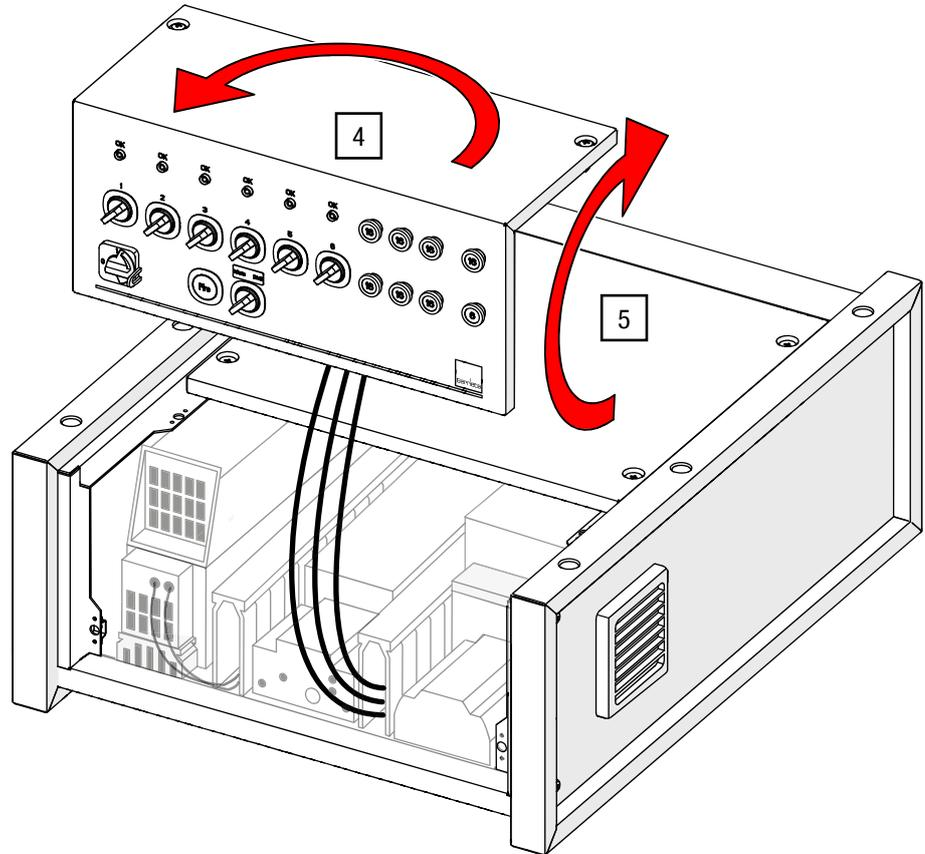
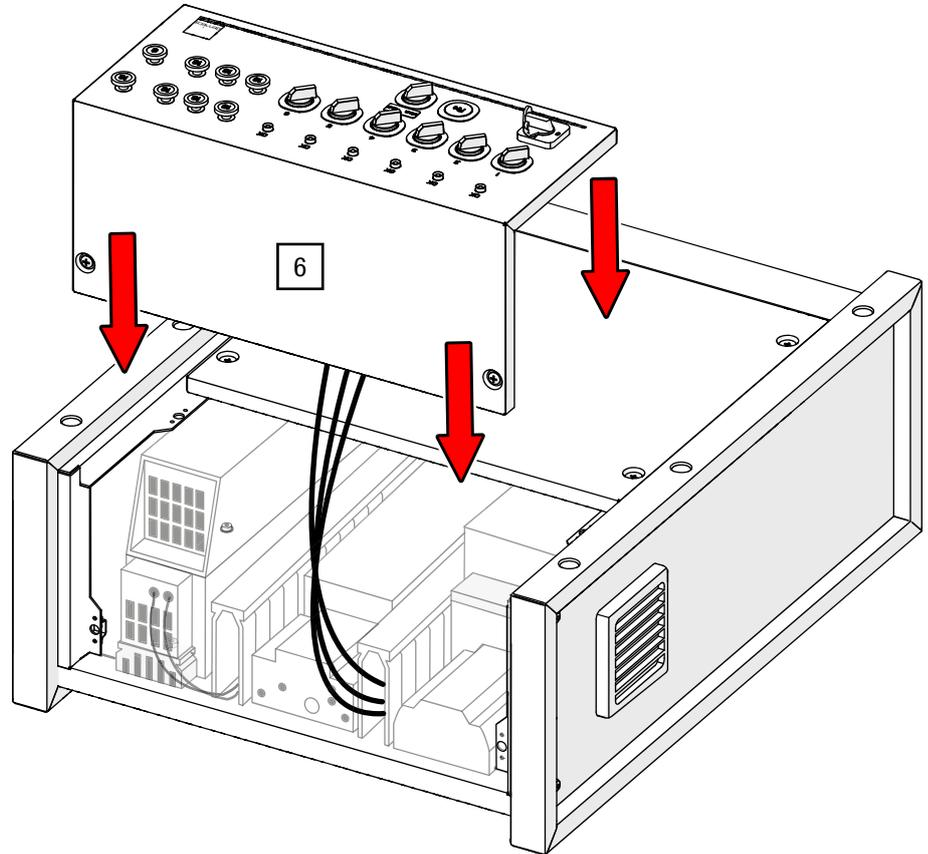

Abb. 21: Gelöstes Steuerungsterminal drehen (Innenausbau exemplarisch)
Abb. 22: Terminal einsetzen (Innenausbau exemplarisch)
Gelöstes Bedienfeld positionieren 4. u. 5. Drehen Sie das Bedienfeld um 180° und kippen es anschließend um 90°, sodass es der Orientierung aus Abb. 22 entspricht (siehe Abb. 21).
6. Setzen Sie das Bedienfeld wieder auf das Steuerungsgehäuse (siehe Abb. 22).